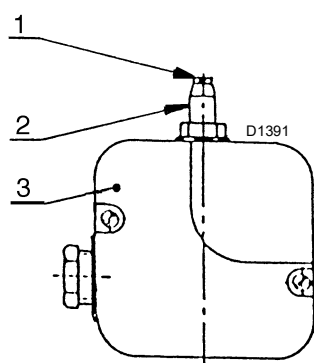

Abb. 35
5.11.6 Entlüften (Abb. 35)
Legende (Abb. 35)